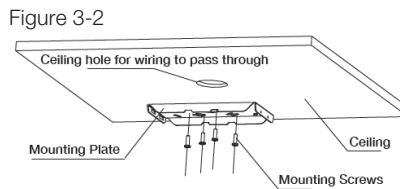

Figure 3-2
2. Align holes of the mounting plate with holes on ceiling. Fix the mounting plate to the ceiling with screwdriver. Figure 3-2
2. Aligner les trous de la plaque de montage avec les trous au plafond. Fixer la plaque de montage au plafond à l'aide d'un tournevis. Figure 3-2